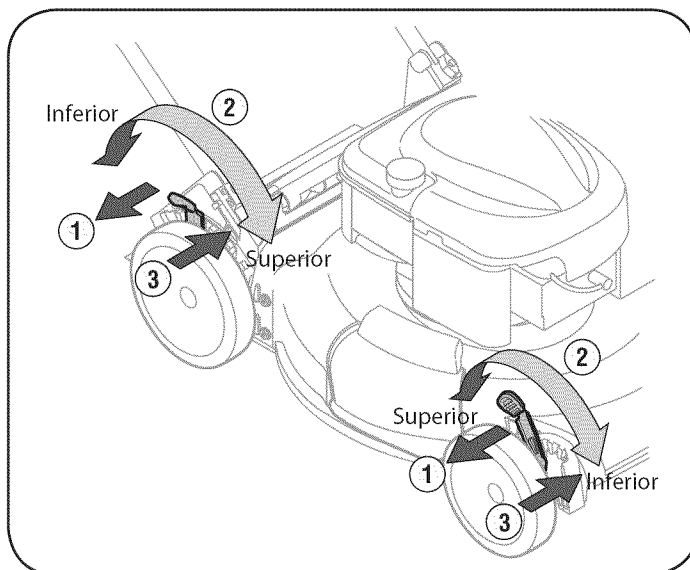

Figura 10
1. Presione la palanca hacia la rueda (unidad tenderá a caer cuando se suelta la palanca). Vea la figura 10.
2. Muévela a cualquier de las posiciones para la altura de corte deseado. Vea la figura 10.